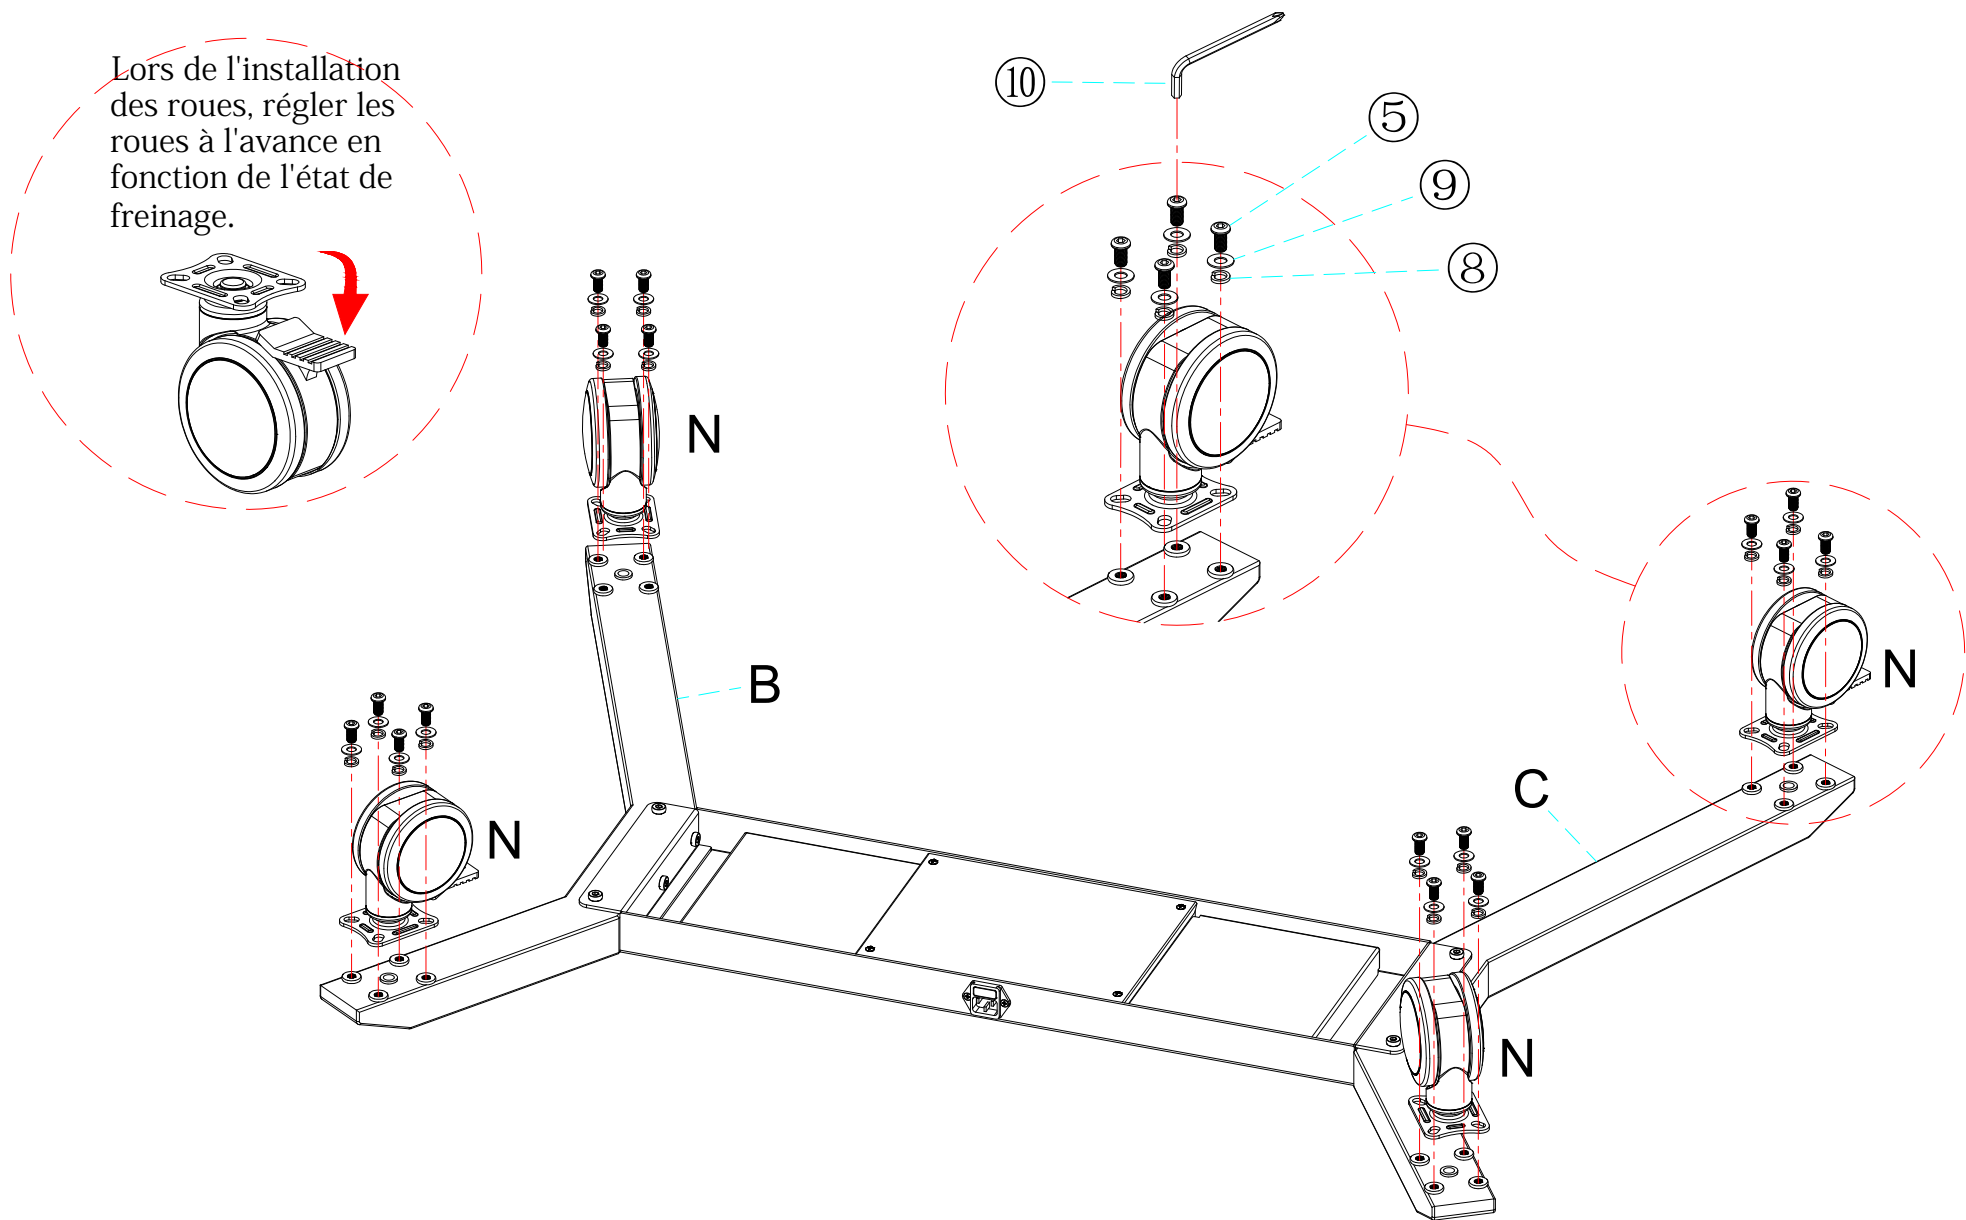

Figure 2
Étape 2 : Assembler les roues de 4 roulettes (N) avec les pieds de support gauche et droit (B) (C), installer les roues (B) (C).
Les rondelles (⑧) et les rondelles (⑨), et serrer avec 16 vis (⑤). (Figure 2)